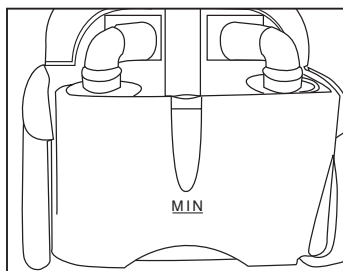

Abb. 4
Den Behälter (2) mit Leitungswasser bis zur Markierung MIN füllen. Abb. 4; den Behälter wieder mit dem Deckel schließen und dabei die beiden Verriegelungshacken a+b einrasten (der Verriegelungshacken b rastet am Gehäuse ein). Durch das Wasser im Schmutzwasserbehälter wird die Luft filtriert und Unreinheiten (Staub, Keime usw.) werden darin aufgefangen.
- Stecker des Speisekabels (10) in die Steckdose stecken.